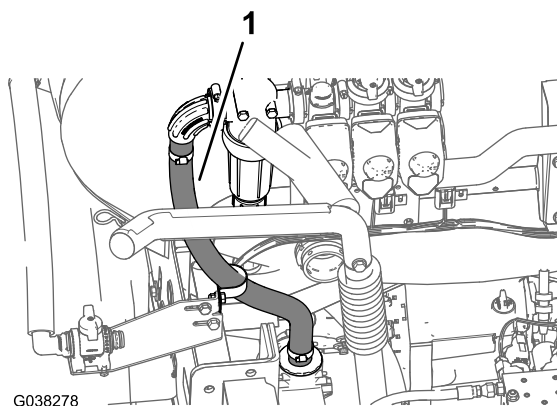

図 71
3. 図 71のように、散布用給液ホースを、水圧リリーフバルブの前方にあるT字フィッティングに導く。